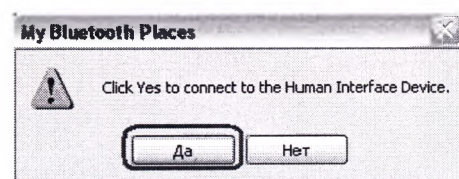

Рис. 19
7. В появившемся окне нажмите кнопку «Да» (рис. 19).